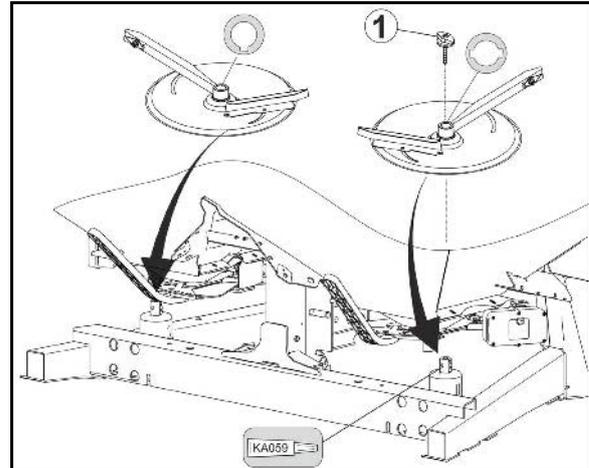

Fig. 72
1. Flügelmutter (Fig. 72/1) entfernen.